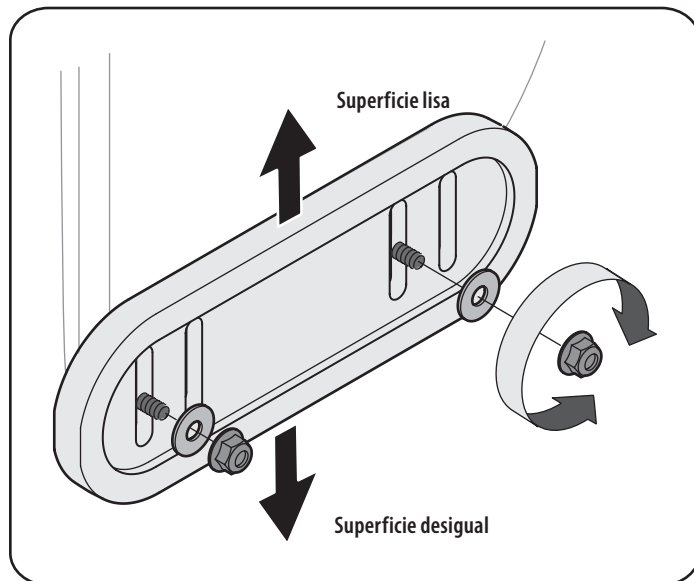

Figura 17
- Si desea quitar nieve al ras del suelo, eleve más las zapatas antideslizantes en la caja de la barrena. Refiérase a la Figura 17.
1. Afloje las cuatros tuercas hexagonales (dos en cada lado), arandelas planas, y los pernos del carro. Mueva las zapatas antideslizantes a la posición deseada. Vea la Figura 17.
8. Ubique la ménsula hacia arriba para brindar más juego (o hacia abajo para aumentar la tensión del cable). Vea la Figura 17.